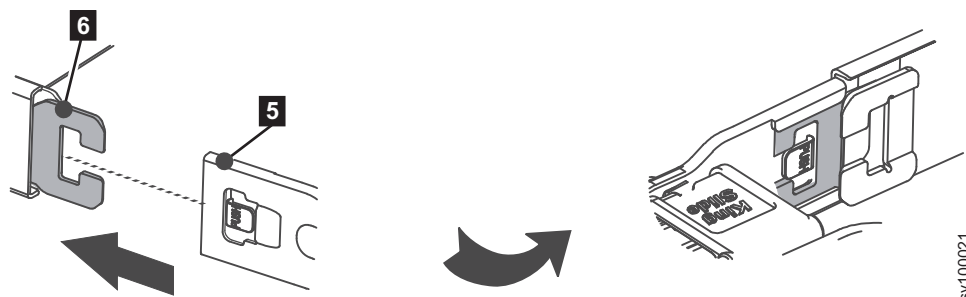

Figura 19. Instale o outro membro externo
4. Instale o conector do suporte para organização de cabos oposto (**5**) na base do conector do suporte para organização de cabos externo oposta (**6**). Consulte Figura 19.